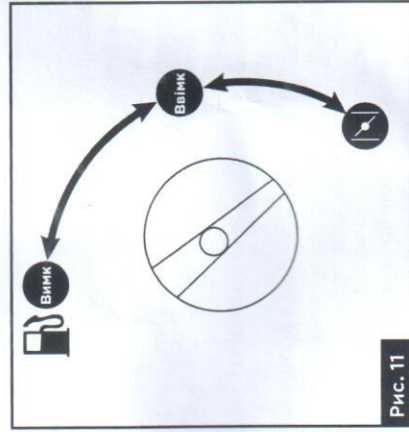

Рис. 11
5. Встановіть перемикач на панелі керування в положення «Повітряна заслінка» (рис. 11).